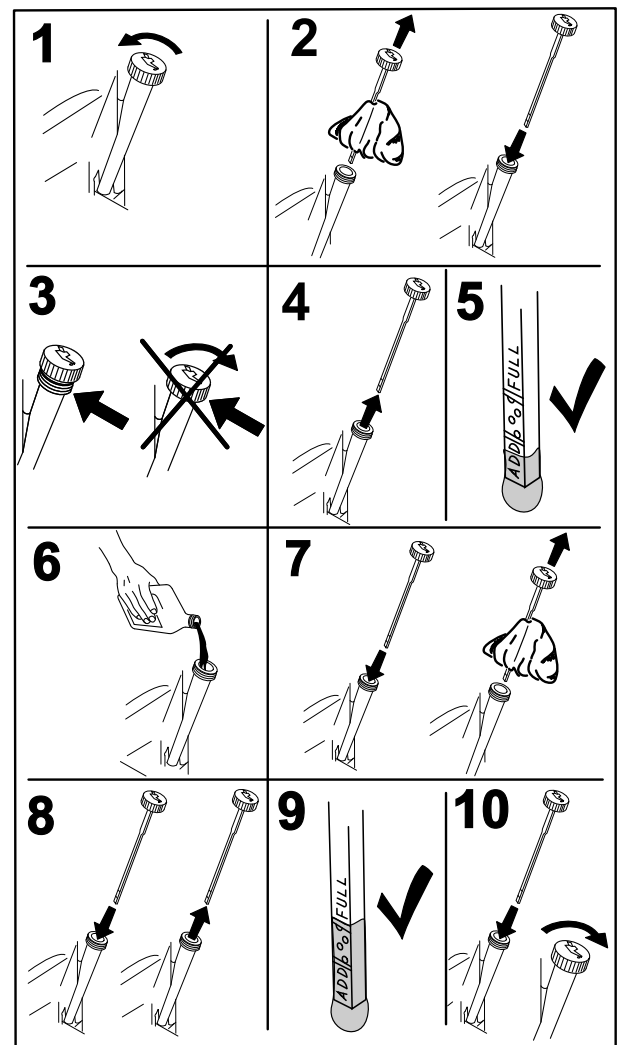

Figure 39
3. Pour éviter de faire tomber de l'herbe, de la poussière, etc. dans le moteur, nettoyez la surface autour du bouchon de remplissage et de la jauge de niveau avant de l'enlever (Figure 39).